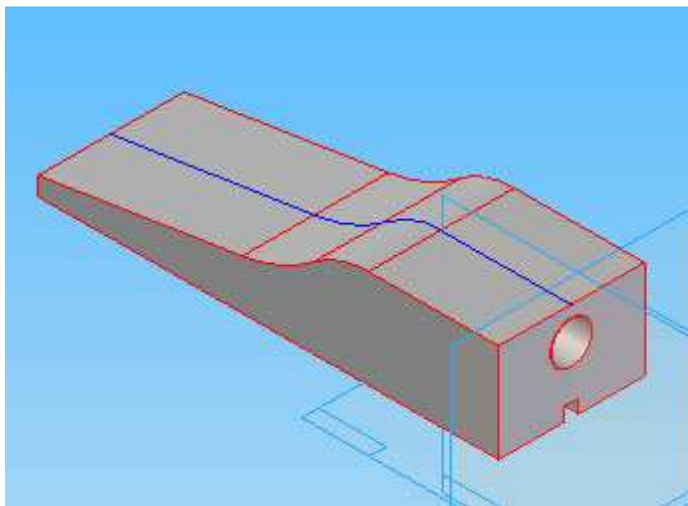

Abb. 27 Das fertige Längsprofil
8. **fertig stellen und speichern** (Abb. 27).